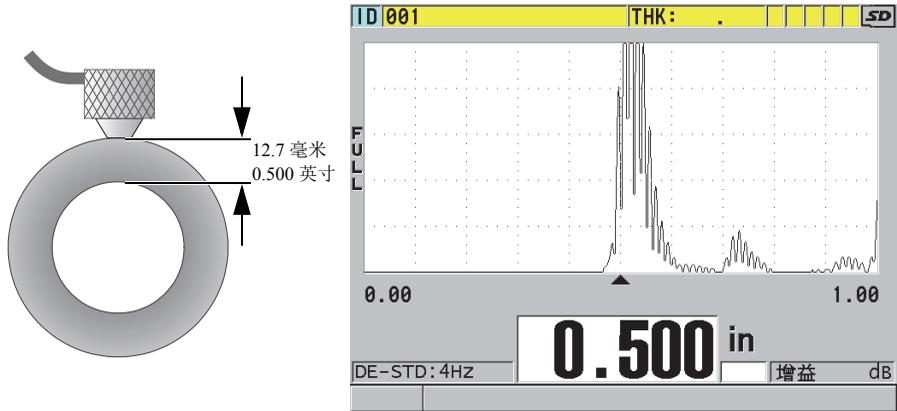

图 5-9 耦合双晶探头；读出测量厚度值
2. 施用中度到较强的力度，将探头端部耦合到被测材料的表面，并尽可能使探头平放在材料表面（参见第 70 页的图 5-9）。